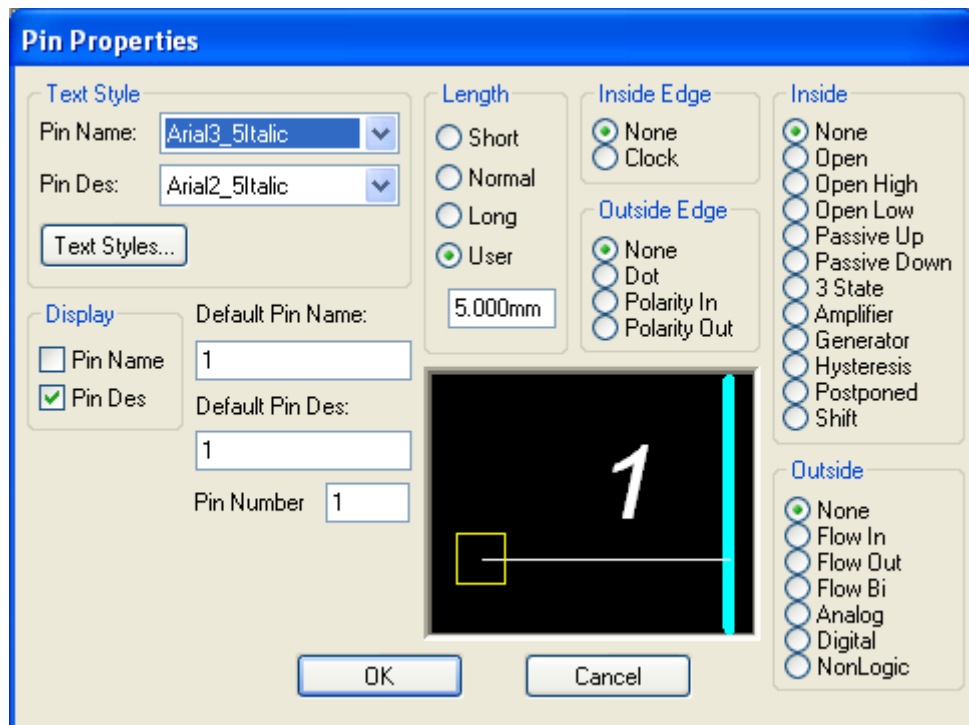

Рис. 4.60 - Свойства вывода электрического соединителя
- Откроется диалоговое окно **Place Pin**. В нем в поле **Length** установить флажок в окне **User** и задать длину вывода **5 мм**. В областях **Inside Edge**, **Outside Edge**, **Inside**, **Outside** установить значение **None**. В зоне **Text Style** в окне **Pin Name** установить стиль **Arial3_5Italic** и поле **Pin Des** установить стиль **Arial2_5Italic**. В поля **Default Pin Name**, **Default Pin Des** и **Pin Number** ввести **1**. В области **Display** установить флажок только у параметра **Pin Des** (рис. 4.60). Нажать на кнопку **OK**. Поставить курсор в точку с координатами (**15; 17,5**), нажать **ЛК** и, не отпуская ее, клавишей **R** сориентировать вывод влево.